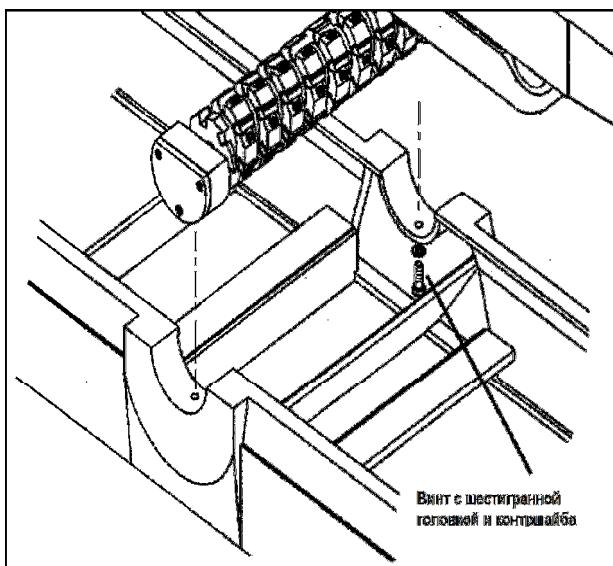

Рис. 32
5. Открутите два винта с шестигранными головками и контргайбы, которые крепят ножевой вал к станине. Они находятся с внутренней стороны подшипниковых опор, как показано на Рис. 32.